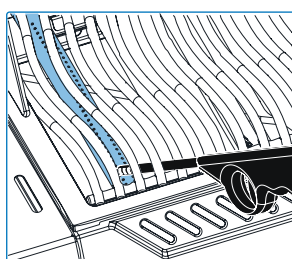
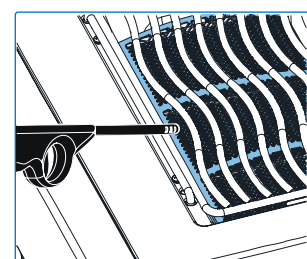

Fig. 11
Fig. 12
4. Si la veilleuse et le brûleur ne s'allument pas en 5 secondes – tournez le bouton de commande dans le sens horaire jusqu'à la position ARRÊT. Attendez 5 minutes que le gaz se dissipe. Répétez les étapes 2 et 3, ou consultez les « Instructions d'allumage alternatives » ci-dessous (**Fig. 11, Fig. 12**).
1. Ouvrez le couvercle du brûleur/gril **(Fig. 11, Fig. 12)**